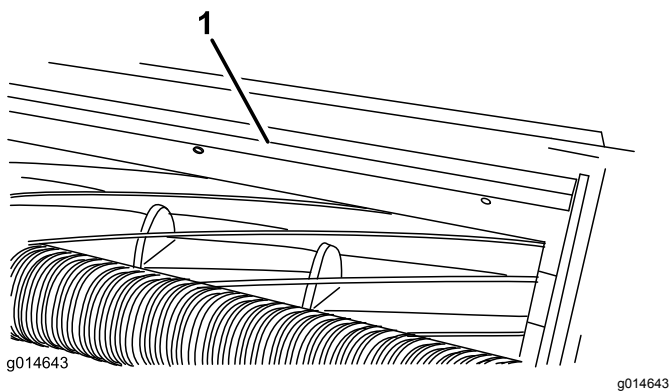

図 20
1. バー **図 20** をカットングユニットに固定しているボルトをゆるめる。